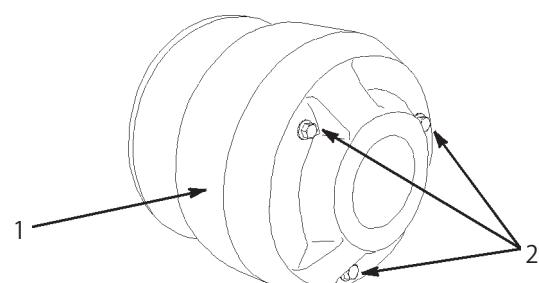

図53
4. クラッチ・カバーのボルト(3本)を外してカバーを取り外す(図53)。